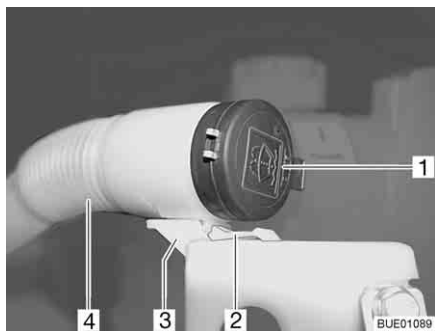

Fig. 45 Bec de remplissage réservoir pour liquide d'essuie-glace
- Appuyer sur le bec (Fig. 45,2) vers le bas et le maintenir enfoncé.
- Tirer le tuyau flexible (Fig. 45,4) vers l'avant pour le faire sortir du support (Fig. 45,3).
- Enlever le couvercle (Fig. 45,1) du bec de remplissage du réservoir d'eau d'essuie-glace.